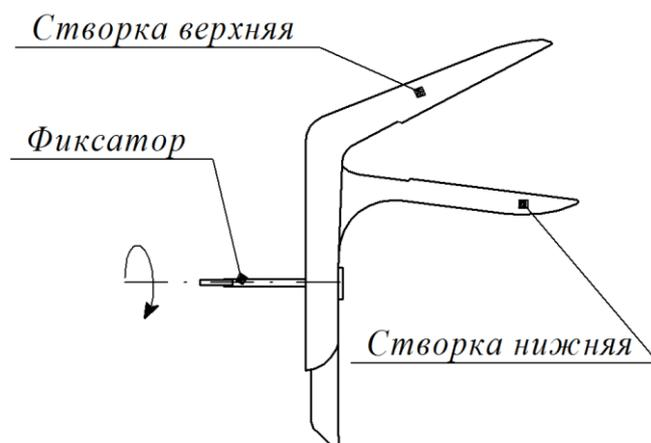

Рис. 3
3. Сжимая рукоятку инструмента, развести створки зеркала. Фиксацию створок в разведенном состоянии выполнить поворотом фиксатора на 90° (рис. 3).